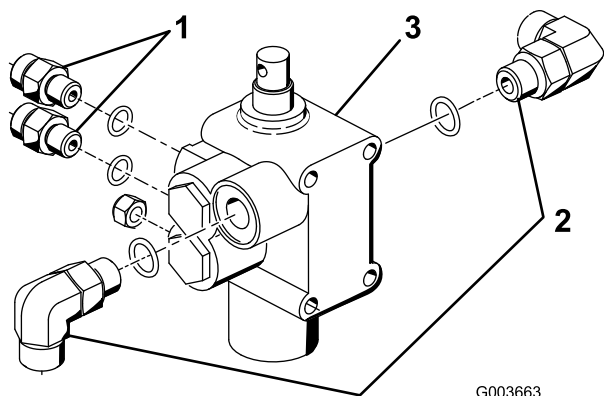

図 8
1. 新しい昇降バルブに、両方の 90° フィッティングと 2 個のストレートフィッティングを **図 8** のように取り付ける。